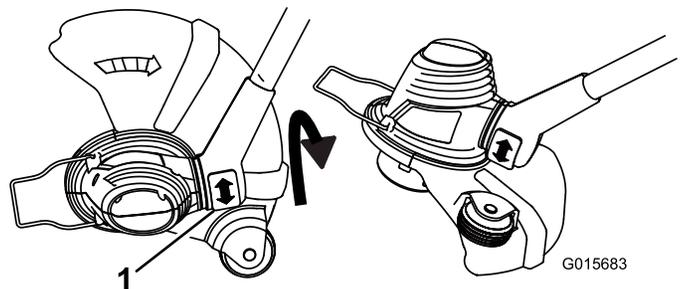

Figura 12
- Para ajustar la orientación de la base, presione hacia abajo sobre el botón de giro situado en la base del mango, luego gire la base a la orientación deseada (Figura 12).